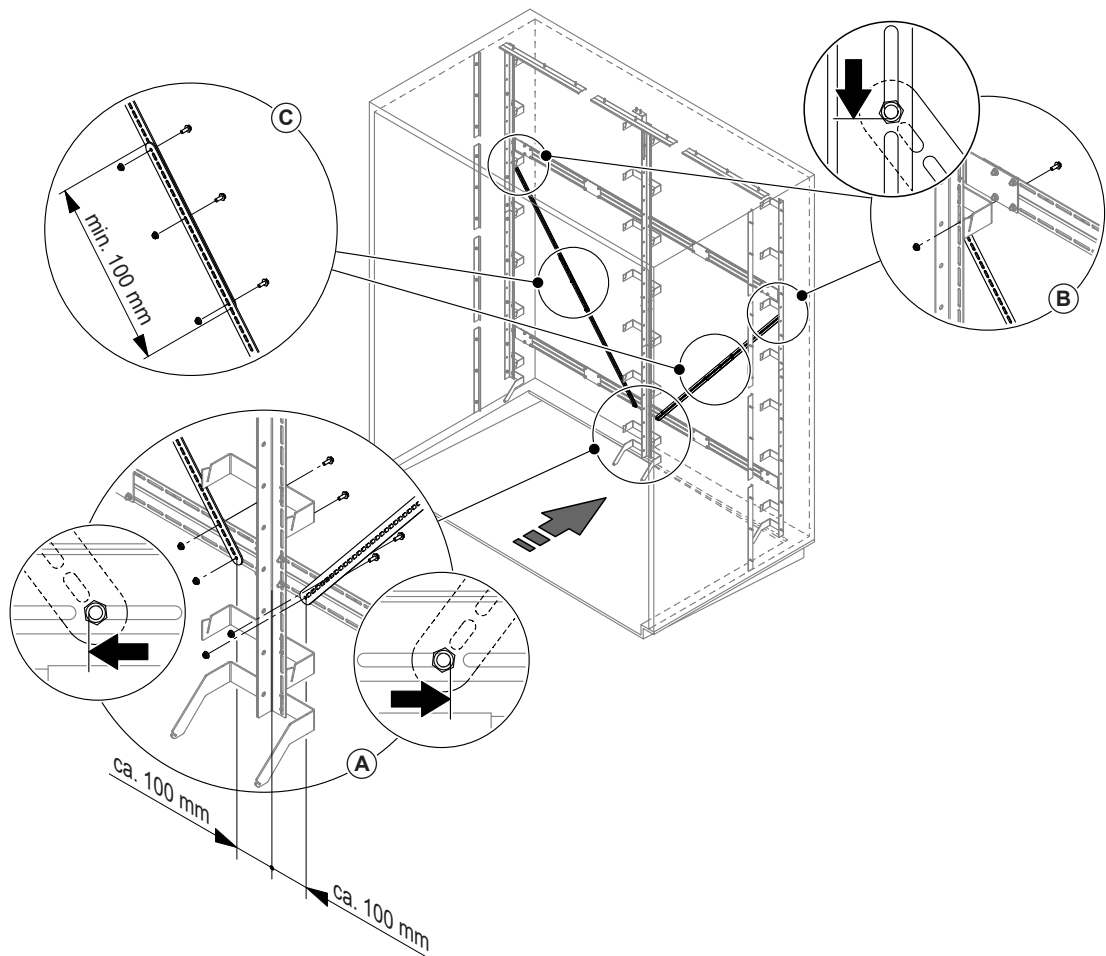

Fig. 14: Montaje de los puntales diagonales
- Primero, fije los refuerzos diagonales inferiores a una distancia de unos 100 mm hasta el centro del apoyo vertical desde delante (visto en la dirección del flujo) con un tornillo M6 x 16 mm y una tuerca (suministrados) en el orificio correspondiente de la fila inferior de la travesa. A continuación, desplace los refuerzos diagonales en el orificio de la travesa hasta el tope derecho o izquierdo y apriete ligeramente las uniones atornilladas (véase el detalle A en la Fig. 14).
- Fije los refuerzos diagonales superiores desde detrás (visto en la dirección del flujo) con un tornillo M6 x 16 mm y una tuerca (suministrados) a los perfiles de soporte laterales y el apoyo vertical (solo disponible en canales de aire/equipos de ventilación con una anchura >4500 mm) de manera que los refuerzos diagonales superior e inferior se solapen al menos 100 mm (véase el detalle B y C en la Fig. 14). A continuación, desplace los refuerzos diagonales superiores en el orificio hacia abajo hasta el tope y apriete ligeramente la unión atornillada.
- Solape los refuerzos diagonales superior e inferior y fijelos con tres tornillos M6 x 16 mm y tuercas (suministrados) (véase el detalle C en la Fig. 14).
- Por último, fije los refuerzos diagonales inferiores con otro tornillo M6 x 16 mm y una tuerca (suministrados) en la fila superior de orificios de la travesa (véase el detalle A en la Fig. 14) y apriete todas las uniones atornilladas de los refuerzos diagonales.